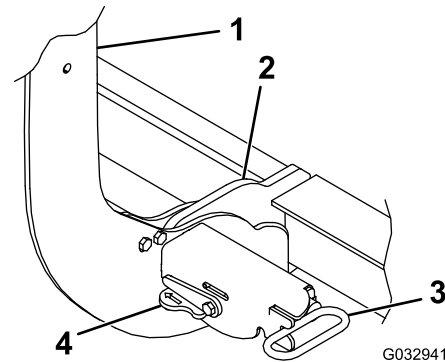

Bild 22
- Stellen Sie die Hebel an den Kupplungen in die AUS-Stellung (Bild 22).